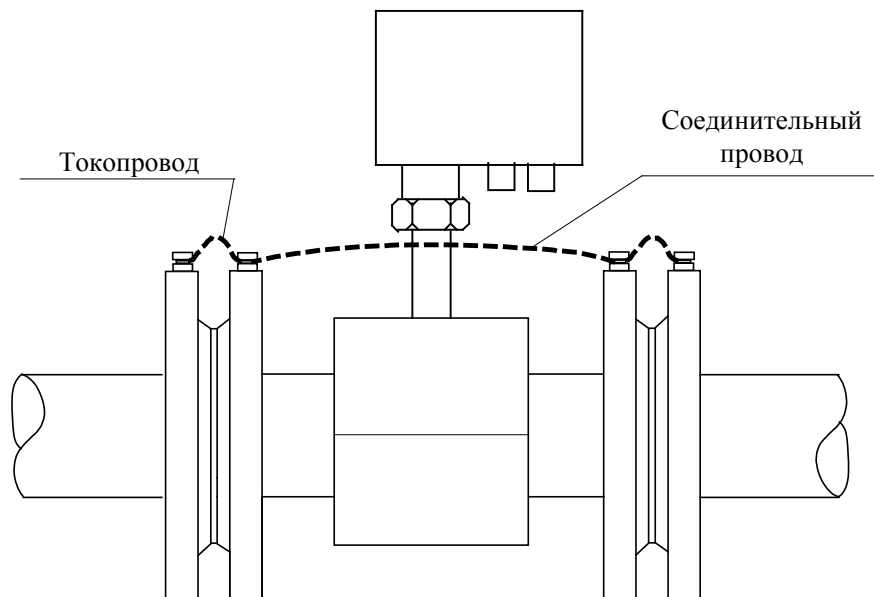

Рисунок 1 – Электрическое соединение фланцев преобразователя
2.2.15 После установки преобразователя на трубопровод соединить его фланцы между собой соединительным шунтирующим проводом, а также каждый его фланец с ответным фланцем трубопровода с помощью токопроводов (рисунок 1).